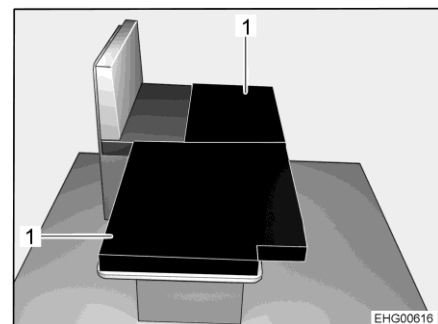

Fig. 38 Después de la transformación
- Colocar los dos cojines adicionales (Fig. 38,1) en la mesa bajada del modo mostrado en la imagen.